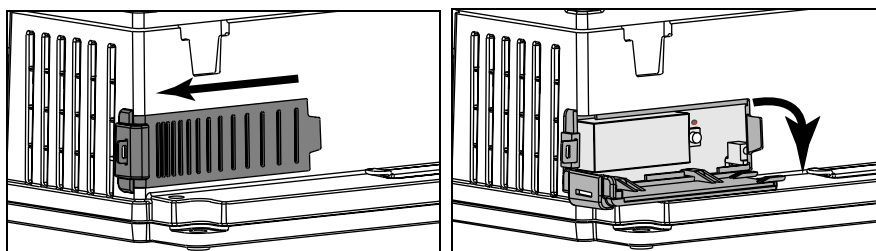

Figure 11 : Ouverture de la porte d'accès
3. Ouvrez la porte d'accès en la faisant glisser sur le côté du Circuit Monitor, puis tirez doucement sur la porte pour l'ouvrir (voir la Figure 11).